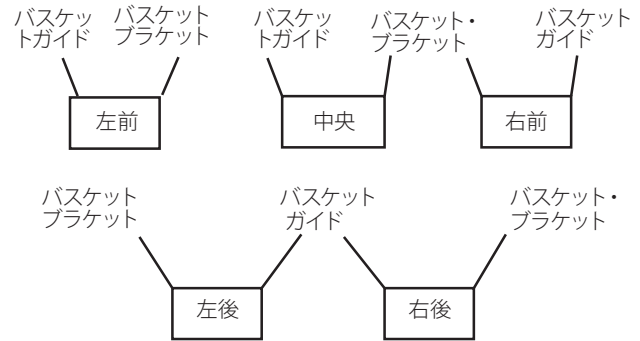
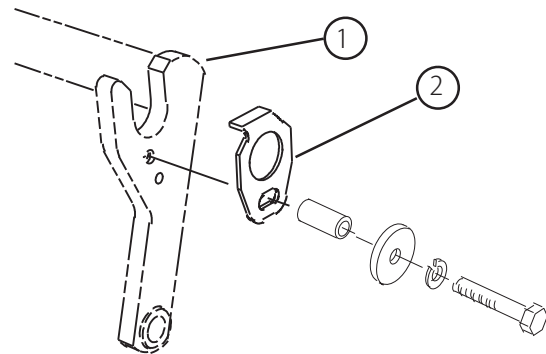
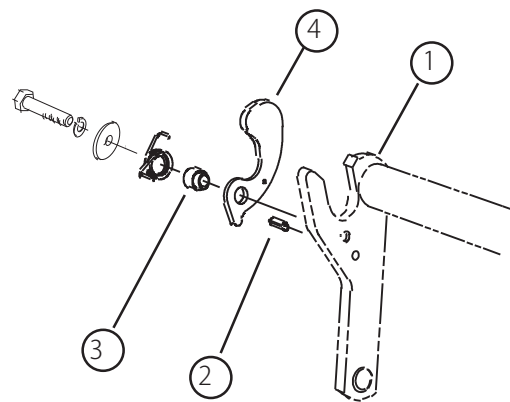

図5
図6
図7
2. 集草バスケットを取り付ける場合には以下のチャート(図5)にしたがって、バスケット・ガイドおよびバスケット・ブラケットの取り付け場所を決める。集草バスケットを取り付ける場合には、手順5に進む。
3. バスケット・ガイド(図6)を各カッピングユニットのキャリアフレーム(図7)の所定位置に取り付ける;キャップスクリュ(5/16x1-3/4 in)、平ワッシャおよびロック・ワッシャまたは先ほど取り外したを使用する。
4. ロールピン(図7)を、各カッピングユニットのキャリアフレーム(図5)の片側に取り付ける。